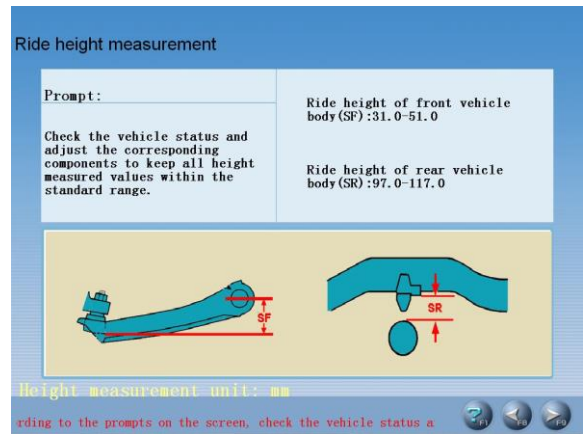

Рис. 4.8
- Если выбрана определенная модель автомобиля (например, BMW 3 серии), на экране отображается окно [Измерение дорожного просвета], как показано на рис. 4.8. Это окно является рабочим инструментом для измерения дорожного просвета и его проверки в соответствии с требованиями автопроизводителя.